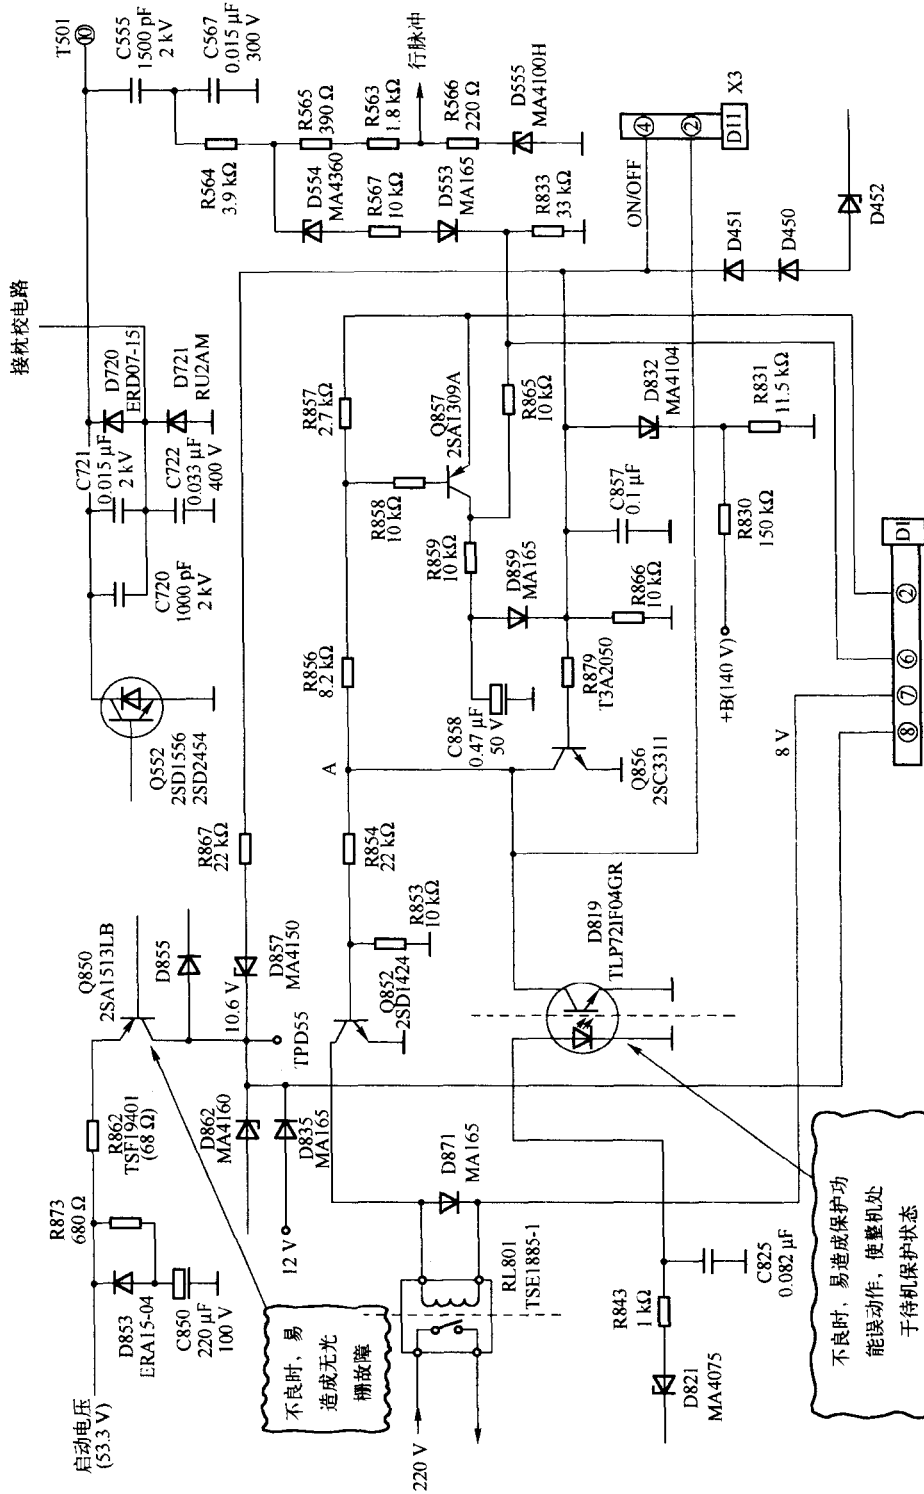
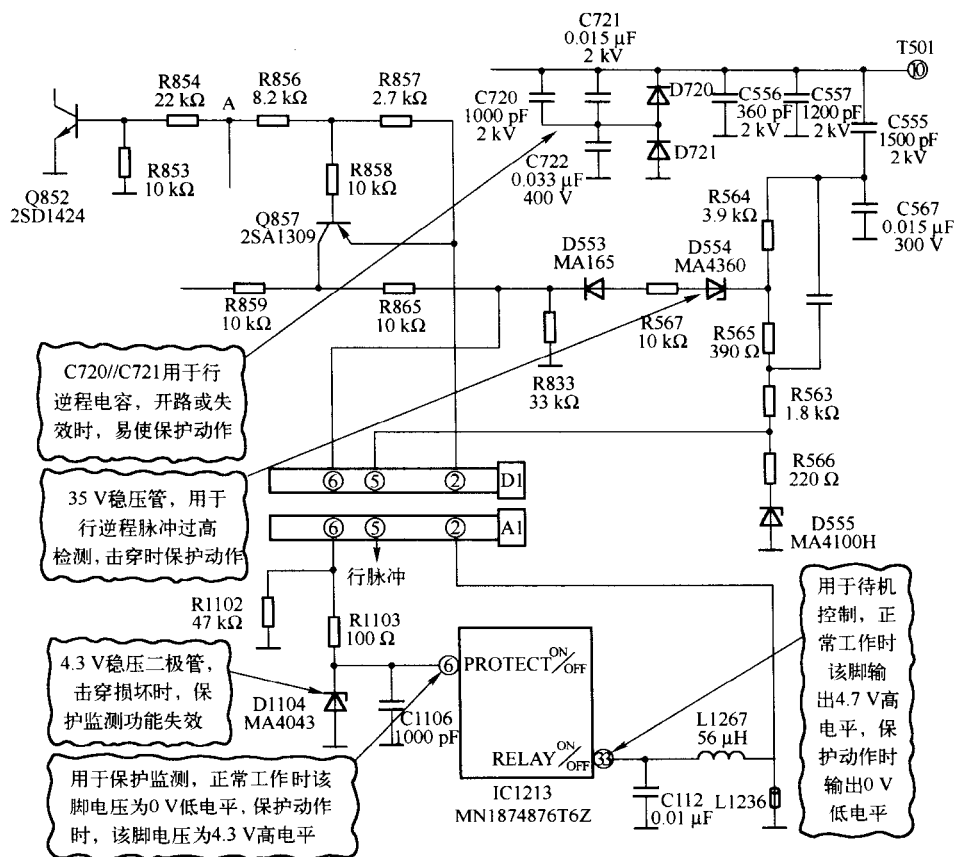

图1-1 松下TC—33GF85R待机保护电路
图 1-2 松下 TC—33GF85R 机型中行逆程脉冲过高保护电路
检查与分析:首先接通电源插头,此时电源指示灯发出橙色光,按下电源开关后,电源指示灯变为红光,再遥控开机电源指示灯有瞬间绿光发出,但随即电源指示灯呈红色闪亮,并伴有继电器的跳动声。从电源指示灯闪亮的变化过程看,能够有绿光发出,就说明有 12 V 电压建立,而 12 V 电压是由开关变压器提供的。因此,可初步判断开关稳压电源正常,这时应注意检查待机保护电路,如图 1-1 所示。
在图 1-1 中,待机控制电路,主要由 Q852、RL801、D1 插排②脚(接至 CPU 的⑬脚,图 1-1 中略去)等组成,而待机保护电路主要由 D819、Q856、Q857、D832、D452、D554 等组成。在正常状态下,CPU⑬脚输出高电平,并通过 D1 插排②脚→R857→R856→R854 加到 Q852 的基极,使 Q852 基极获得 0.7 V 的正向偏置电压,因而 Q852 处于导通状态。Q852 导通可使 R1801 初级绕组有电流通过,吸合内置触点开关,220 V 电压被接入主电源电路,随之使整机
小结:在本例检查中,判断待机保护电路是否动作的关键,是监测 A 点或 Q852 基极电压是否有 0~0.7 V 间的起落波动。在图 1-1 中,A 点电压除受中央微处理器控制外,还主要受 3 条保护支路控制。其中:
检查与分析:根据故障现象和检修经验,可以肯定这是一种待机保护故障,而该种待机保护故障的特点,总有光栅行幅逐渐收缩的现象,因此可初步怀疑行扫描逆程电路有故障。这时应首先注意检查 IC1213(MN1874876T6Z 中央微处理器)⑥脚和③脚的直流电压,如图 1-2 所示。
从图 1-2 中可以看到,IC1213⑥脚主要受控于 D554(MA4360),而 D554 又主要用于行逆程脉冲监测,因此,只有 D554 反向击穿导通时,IC1213⑥脚才会有高电平出现。当 IC1213⑥脚呈现高电平时,CPU 将指令③脚输出低电平,以截止 Q852(Q852 的功能作用参见图 1-1)。因此这时用示波器监测行输出管集电极(或 T501⑩脚),发现行逆程反峰脉冲在刚开机时的 1130 V_{p-p}逐渐上升,大约上升到 1350 V_{p-p}时,发生待机保护。
通过上述综合检查与分析,可判断行逆程电容不良,但在图 1-2 中行逆程电容不只一个,因此检查时可采用逐一替换法。当替换到 C721(0.015 μ F/2 kV)时,行逆程反峰脉冲稳定,自动关机保护不再发生,至此故障被排除。
小结:在图 1-2 中,C721 为容量较大的行逆程电容,在其发生变质或失效时(非击穿短路性损坏),用普通万用表是检查不出的。实践中常采用直接代换法。但有一点必须注意:当 C721 呈开路或容量减小时,行逆程反峰脉冲呈上升趋势,若此时断开 D554,将解除行逆程脉冲过高的保护功能,极易使行输出管因行逆程反峰脉冲过高而击穿损坏。
在图 1-2 中,当行逆程反峰脉冲过高保护功能动作时,其主要表现是 D554 反向击穿导通,其导通电流通过 D553 一方面经 R865、R859 去控制 Q856(见图 1-1),使 Q856 动作将 A 点钳位于低电平,以执行待机控制,另一方面经 D1(A1 插排)⑥脚→R1103 送入 IC1213 的⑥脚(保
检查与分析:根据该机供电电源电路的特点和检修经验,可初步判断该种故障的原因是待机保护功能动作,但在图 1-1 中已经了解到,待机保护动作可有多条支路控制,且又不能轻易断开各支路的监控元件(稳压二极管),因此,检修时可逐一检测每一个监控稳压二极管的两端电压。只要稳压二极管两端电压不大于 0.7 V(稳压二极管导通时的结电压),一般就基本可以判断该保护支路动作。当检测 D820 和 D821 两极间电压时,发现均为零,改用电阻测量法检测,D820 和 D821 均呈击穿状态,再查 D819 也呈击穿性损坏,再查其他相关元件未见异常。但在更换损坏元件后,开机试验,整机瞬间又呈待机保护状态,再查又是 D820、D821、D819 击穿损坏,如图 1-3 所示。